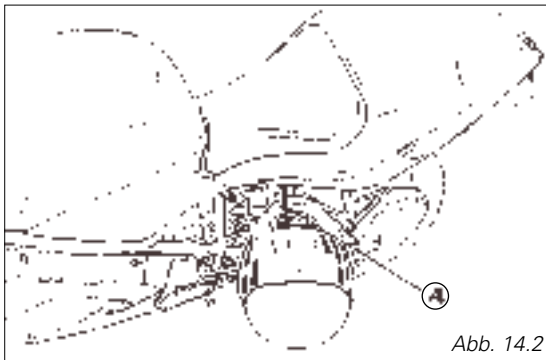

Abb. 14.2
Den Zündschlüssel in das Schloss (1) einstecken und im Uhrzeigersinn drehen. Die Sitzbankverkleidung (2) hinten etwas nach außen ziehen, dann anheben und am Tank zum Aufliegen bringen. Im unter dem Sitzbankheck vorgesehenen Stauraum befindet sich der Helmbefestigungsgurt. Den Gurt (A) durch den Helm ziehen, dann seine Enden über den entsprechenden Haken legen. Den Helm (Abb. 14.2) so eingehängt lassen, dann zur Absicherung die Sitzbank montieren.